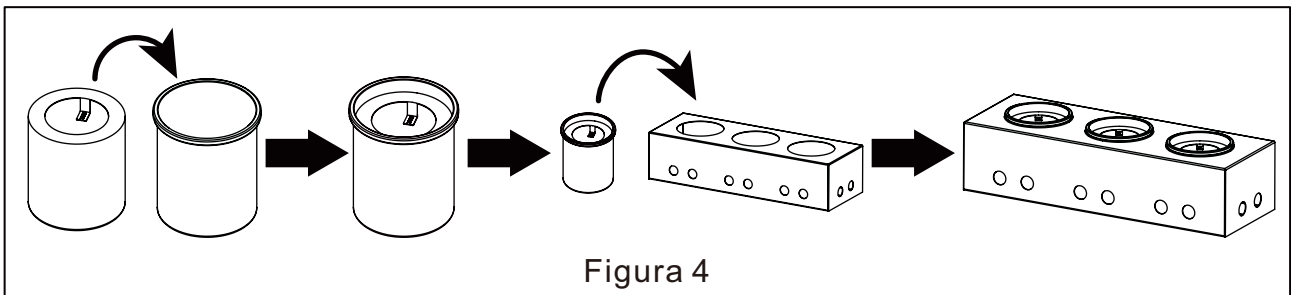

Figura 4
(1). Coloque con cuidado el recipiente del quemador en el cuerpo de la cuba del fuego, de modo que el recipiente del quemador quede nivelado (véase la figura 4). El recipiente para el fuego tiene capacidad para tres quemadores a la vez.
1. Instale la lata de combustible y el protector de vidrio (Ver Figura 4~5).